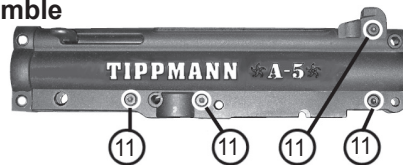

Figura 15: Remueva los tornillos para separar el recibidor.
2. Remueva los cuatro tornillos superiores del Recibidor (11) como se ve en Figura 15.
3. Levante la mitad superior Izquierda del Recibidor (10) de la mitad superior derecha del Recibidor (1).